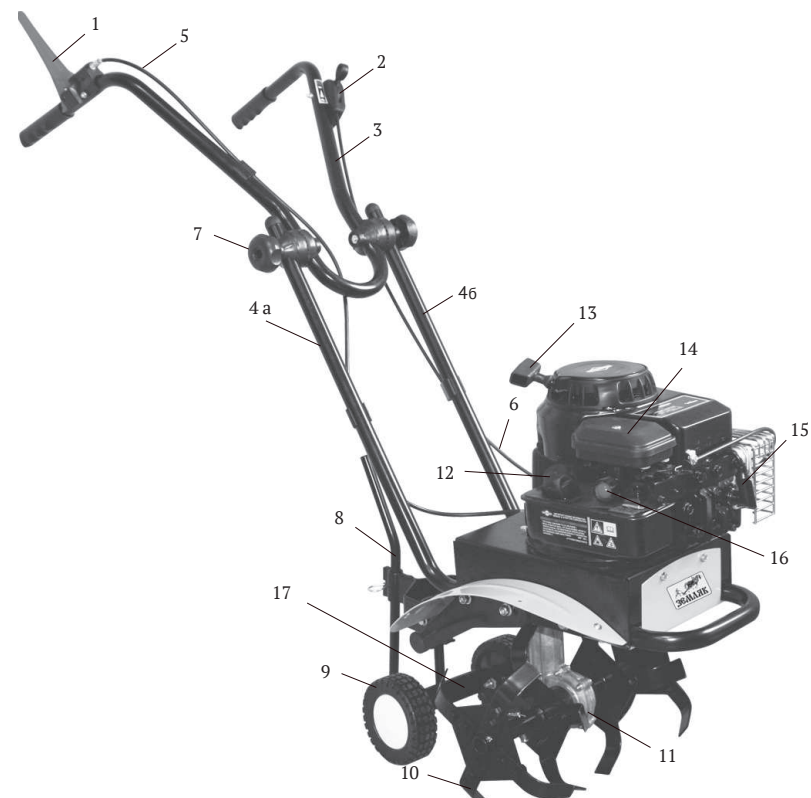

рис. 1
3.1 Общий вид мотокультиватора схематично представлен на рис. 1